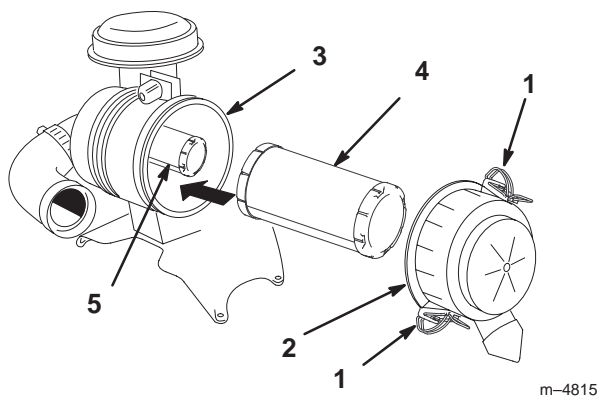

Figure 34
2. Ouvrez les dispositifs de verrouillage du filtre et ôtez le couvercle du corps du filtre (Fig. 34).
4. Sortez l'élément primaire du corps du filtre avec précaution (Fig. 34). Évitez de cogner l'élément à l'intérieur du corps.
2. Si vous remplacez l'élément de sécurité, insérez-le avec précaution dans le corps du filtre (Fig. 34).
3. Installez ensuite l'élément primaire sur l'élément de sécurité avec les mêmes précautions (Fig. 34). Assurez-vous qu'il est bien engagé en appuyant sur le rebord extérieur de l'élément que vous installez.
4. Reposez le couvercle, le côté portant l'inscription **UP** étant tourné vers le haut, et fermez les dispositifs de verrouillage (Fig. 34).